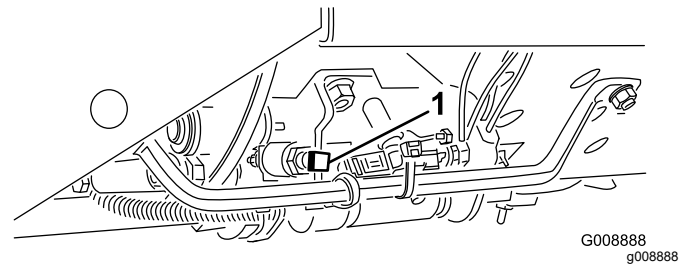

Figura 22
**Importante:** La velocità di tosatura viene impostata in fabbrica a 9,7 km/h. Potete aumentare o ridurre la velocità di tosatura regolando la vite di arresto della velocità (Figura 22).